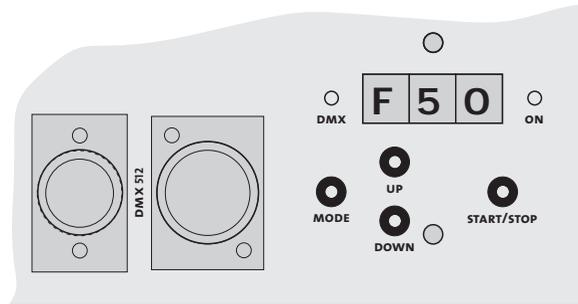

Abb. 2:
- c) Betätigen Sie nun erneut die Mode-Taste [14], bis auf dem Display [17] ein F (Fan) und zwei Zahlen erscheinen (siehe Abb. 2).
- a) Drücken Sie die Mode-Taste [14] auf dem Bedienfeld, bis auf dem Leuchtziffern-display [17] ein F (Fan) und zwei Zahlen erscheinen (siehe Abb. 2).